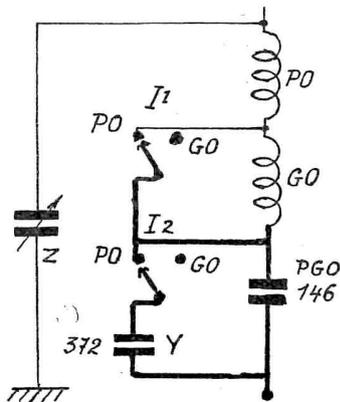

Fig. 4.
b) *Bobinages en série, paddings en parallèle, de capacité minimum* (figure 4). — Ici, le court-circuit de la bobine GO est obtenu par un commutateur I1.